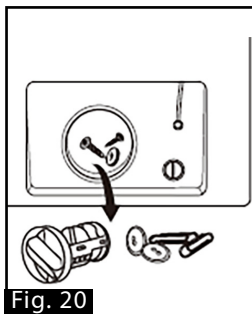

Fig. 20
6. Retire cualquier objeto extraño y otros materiales que puedan obstruir el filtro (Fig. 20).